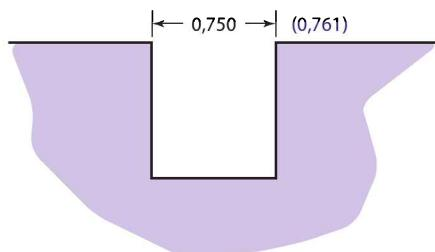

Figura 4-37 Questão 2.
2. Ao monitorar uma longa operação em uma fresadora vertical CNC, você encontra a condição para uma ranhura com largura nominal de 0,750 pol., como mostrado na Figura 4-37. Ela está sendo fresaada em perfil com uma fresa de topo de 0,5000 pol., T0101. Essa é uma configuração madura e já foi deslocada, como mostrado na Figura 4-38. Calcule e reescreva o deslocamento necessário para trazer a dimensão para a nominal novamente. Explique suas respostas calculadas.